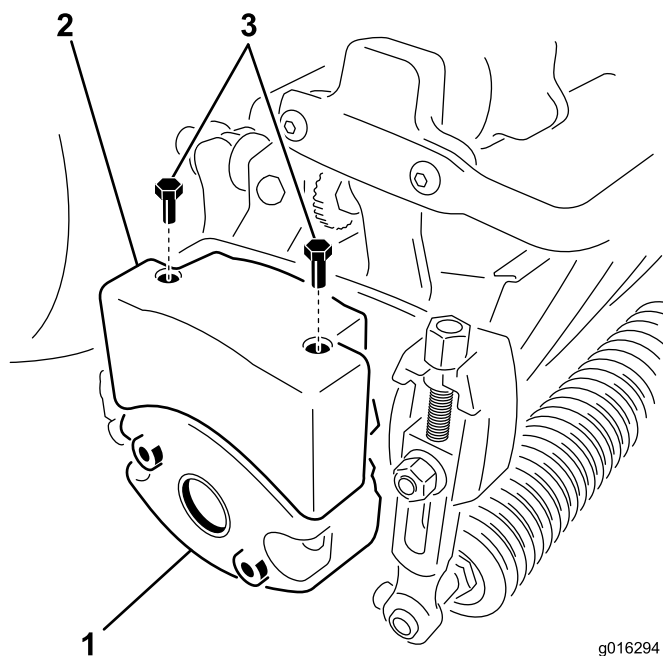

図 11
4. ウェイトをカッティングユニットの側面に固定しているボルト（2本）を外す（図 11）。
6. カッティングユニットのウェイトに上部ウェイトを取り付ける；六角ヘッドねじ2本を使用する（図 11）。